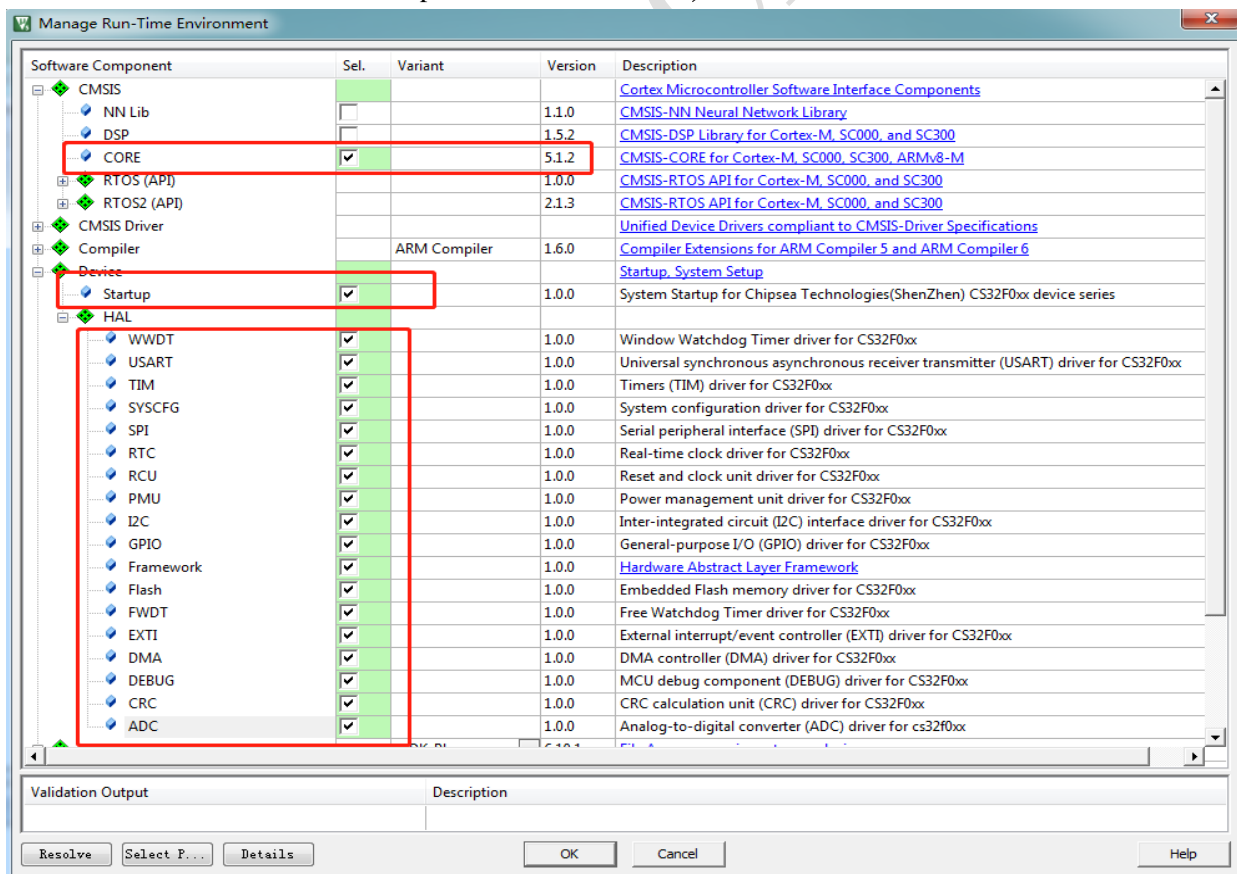

图 5.1 开发环境搭建
5. 依次勾选 CORE、Startup 以及所有的外设文件，然后单击 OK 按钮。如图 5.1。